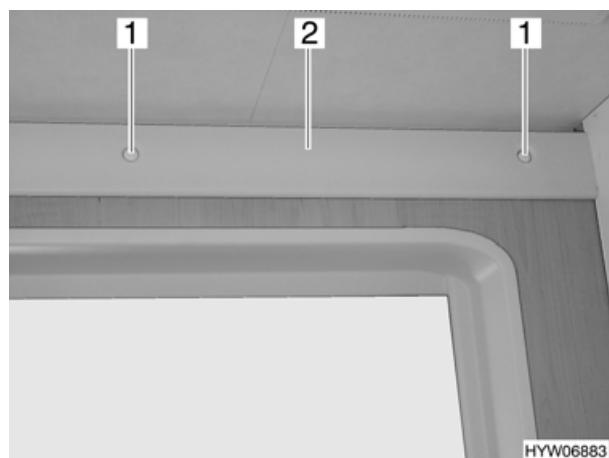

Bild 107 Toilettenraumleuchte
- Abdeckkappen (Bild 107,1) entfernen.
- Leuchttenglas (Bild 107,2) abnehmen.